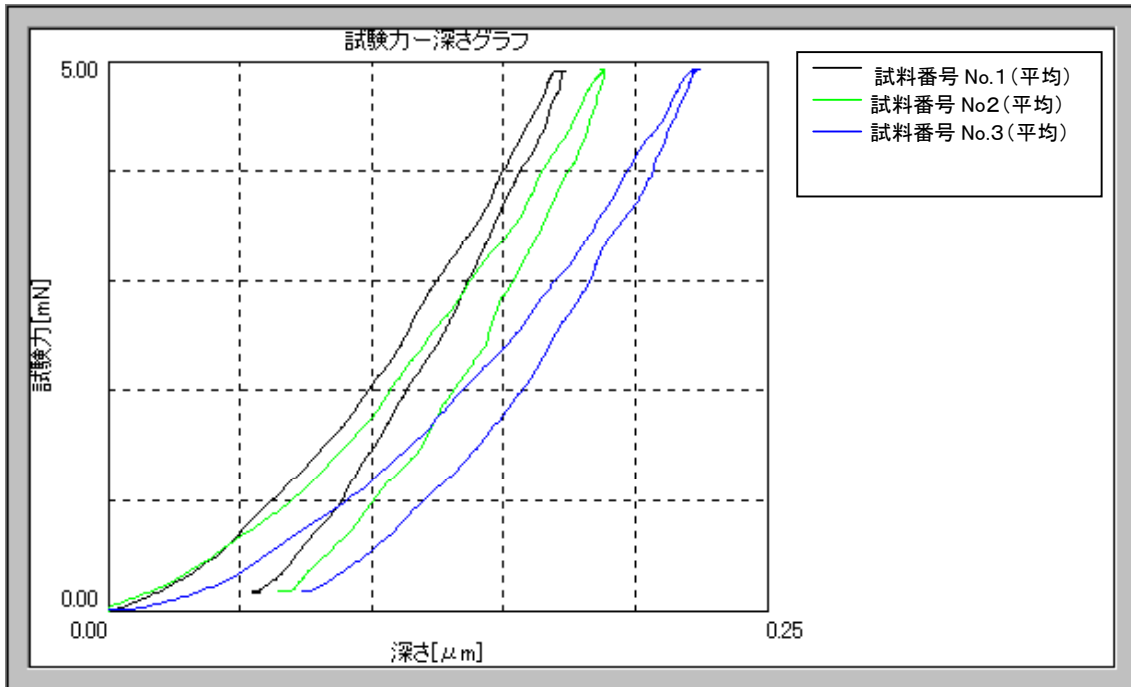

図2 試験力—深さグラフ
(1) 硬度測定して得られた各試料の平均の「試験力—深さグラフ」を図2に示します。